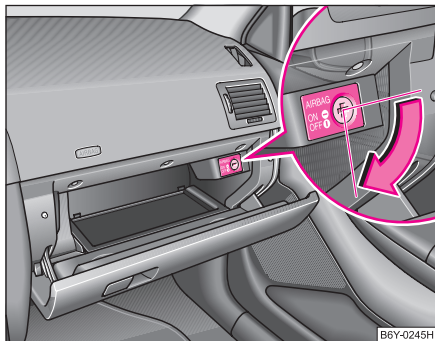

Fig. 119 Torpedoul:
- Rotiți cu cheia fanta comutatorului airbag în sensul săgeții în poziția **OFF** ⇒ fig. 119. Fanta întrerupătorului trebuie să se găsească în poziție verticală.
- Rotiți cu cheia fanta comutatorului airbag contrar sensului săgeții în poziția **ON** ⇒ fig. 119. Fanta întrerupătorului trebuie să se găsească în poziție orizontală.